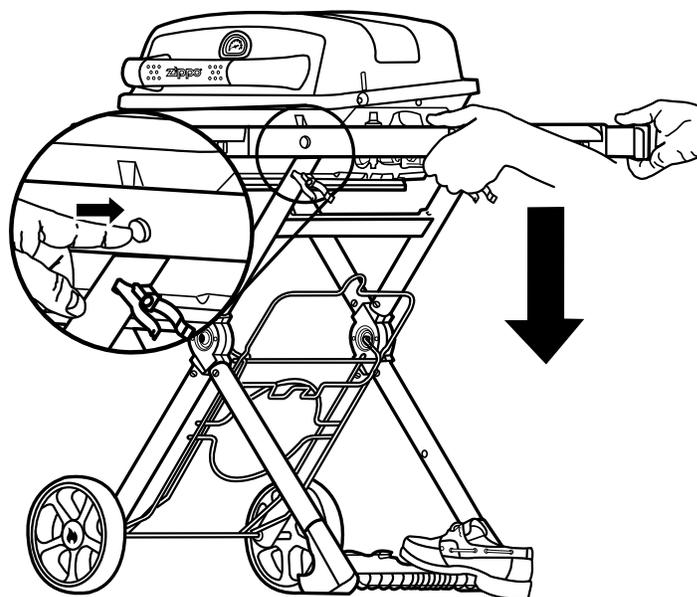

figure 30
1. Appuyer sur les boutons de chaque côté de la surface de travail, comme indiqué à la figure 30.
2. Placer le pied sur la poignée de remorquage comme le montre la figure 30.
3. Baisser soigneusement la surface de travail tout en gardant votre pied fermement sur la poignée de la patte (35).